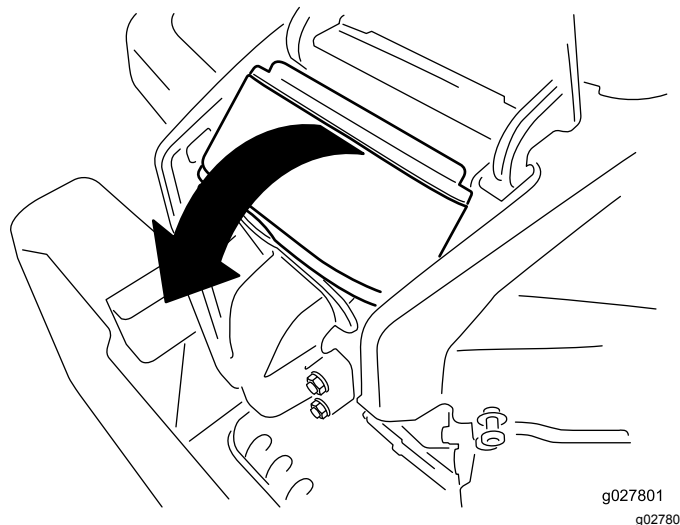

Figure 41
4. Soulevez le couvercle et dévissez le filtre à air pour le déposer du moteur (Figure 41).